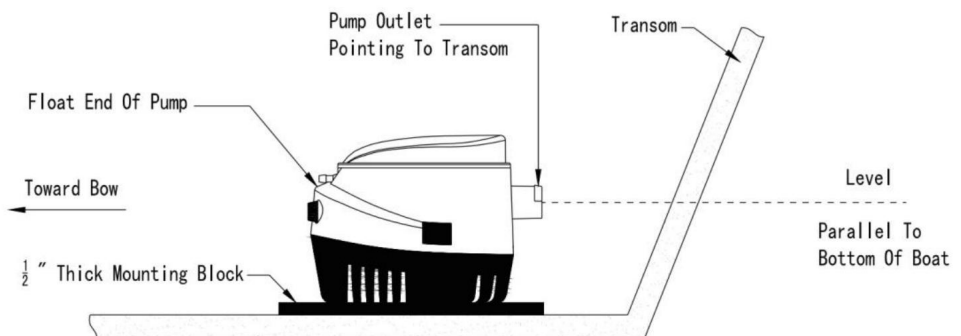

Figure 1
1. Stellen Sie sicher, dass die Rumpfdicke mindestens 1/2 Zoll beträgt. Wenn nicht, legen Sie einen Block 1/2 Zoll Bootsbausperrholz (etwas größer als die Pumpenbasis) in den untersten Teil des Kielraums. Stellen Sie sicher, dass die Pumpenabdeckung in dieser Position zur Reinigung abgenommen werden kann. Kleben Sie das Sperrholz mit einem wasserfesten Klebstoff (Epoxid, Silikonkleber oder Glasfaserharz) an den Rumpf. Siehe Abbildung 1.
Stellen Sie sicher, dass die Auslassdüse waagrecht ist. Wenn sie nach oben oder unten zeigt, In der Pumpe kann sich bilden. (Siehe Abbildung 1)
3. Das Schwimmerende der Pumpe muss auf gleicher Höhe mit oder über dem Pumpenende sein (Siehe Abbildung 1). Dadurch wird verhindert, dass der Pumpe das Wasser ausgeht, während die Schwimmer ist immer noch hoch genug, um die Pumpe zu aktivieren.
4. Markieren Sie die Position der drei (3) Befestigungslöcher mit einem Bleistift oder Stift.